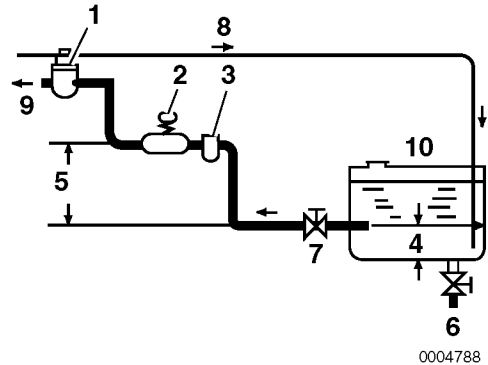

Abbildung 3
Die Kraftstoffleitung zwischen Kraftstofftank und Einspritzpumpe wie in **Abbildung 3** dargestellt montieren. Der empfohlene Kraftstoff / Wasserabscheider (**Abbildung 3, (3)**) (optional) wird im mittleren Abschnitt dieser Leitung angebracht.